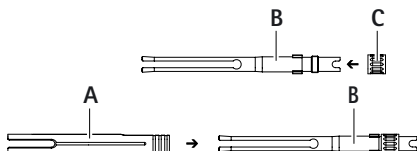

Рис. 10
- Надвиньте внешнюю втулку **А** спереди на цанговый зажим **В**, см. Рис. 10. При этом следите за положением шлиц относительно пазового сухаря. Для удобства работы ребристый конец закрепительной втулки должен указывать в направлении зажимного винта **С**.